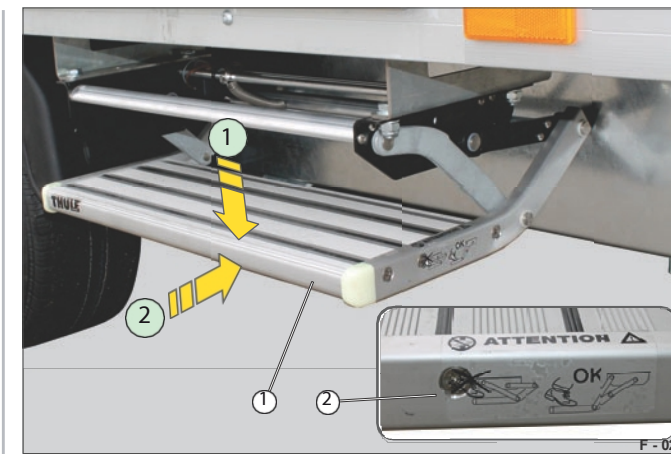

Fig. 20 Trapper i kørestilling
- Tryk trinnet (fig. 20/1) ned med foden (trin 1).
- Vær opmærksom på advarselmærkaten (Fig. 20/2) på trinnet.